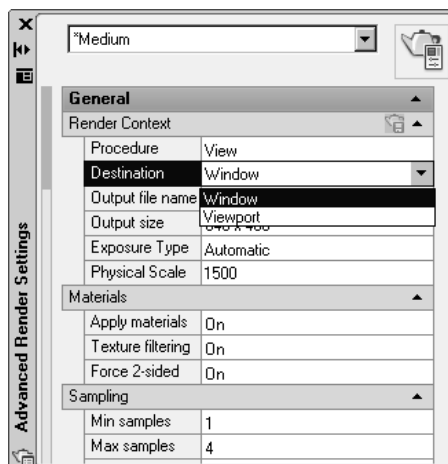

Рис. 14.10. Палитра Advanced Render Settings
2. Вызовите палитру **Advanced Render Settings** (Дополнительные параметры тонирования) (рис. 14.10) щелчком на кнопке  с таким же названием и установите в ее поле **Destination** (Назначение) значение **Window** (Окно). В этом случае результаты тонирования выводятся как в окно тонирования, так и в файл.